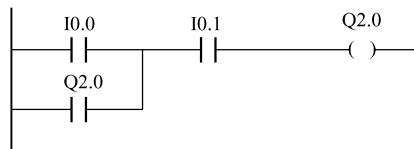

图 8-81 保存和编译硬件组态
10) 保存和编译硬件组态。单击工具栏的“保存和编译”按钮，对硬件组态进行编译，保存和编译如图 8-81 所示。从图中还可以看到：SM 323 的输入地址为 IB3，输出地址为 QB2。